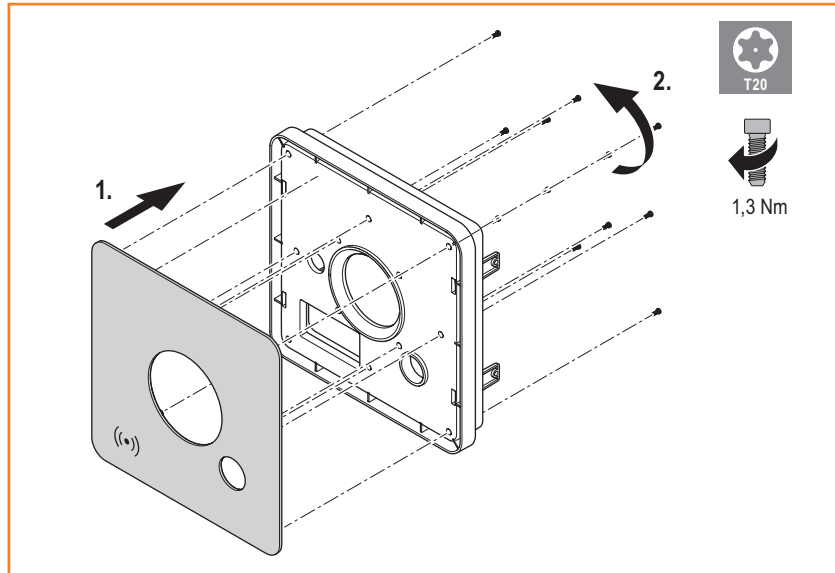

Bild 4 Blende am Gehäuse anschrauben
- ▶ Legen Sie die Blende in den Gehäusedeckel (siehe Bild 4).
- ▶ Schrauben Sie die Blende am Gehäusedeckel fest (siehe Bild 4).